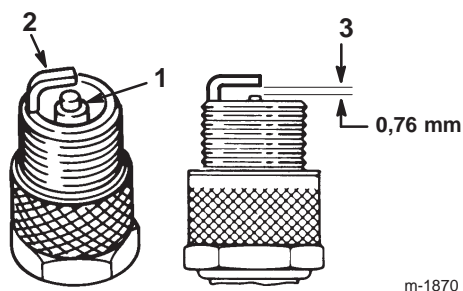

Figure 26
1. Inspectez le centre de la bougie (Fig. 26). Si le bec de l'isolateur est recouvert d'un léger dépôt gris ou brun, le moteur fonctionne correctement. S'il est couvert d'un dépôt noir, c'est généralement signe que le filtre à air est encrassé.
- Contrôlez l'écartement entre l'électrode centrale et l'électrode latérale (Fig. 26). Courbez l'électrode latérale (Fig. 26) si l'écartement est incorrect.